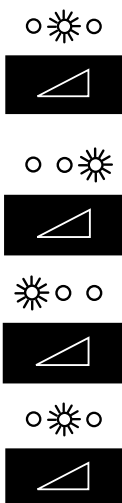

Fig. 3
2. De sterkte van de drank vooraf kiezen (fig. 3).